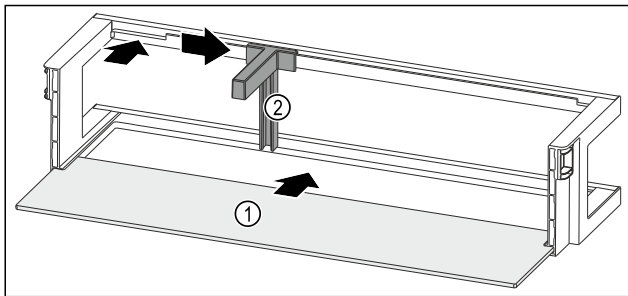

Fig. 94 Лотки на дверцятах з полицею
- ▶ Посуньте полицю Fig. 94 (1) у бічні пази.
- ▶ Вставте тримач пляшок Fig. 94 (2) у паз.
- ▶ Пересуньте тримач пляшок Fig. 94 (2) убік до бажаної позиції.